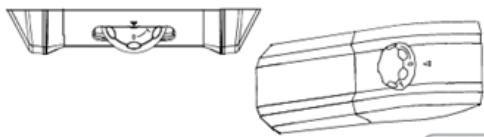

Fig.20
1) Productos con perilla: Gire la perilla a la posición 0" (fig. 20)